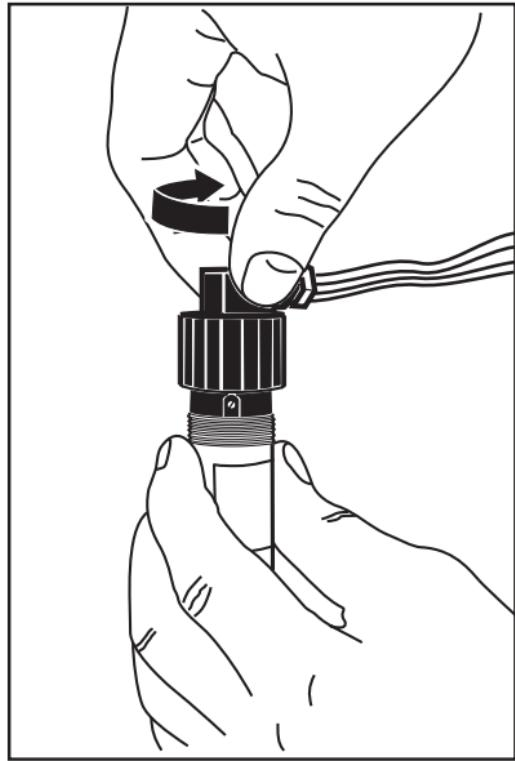

Рис. 6
- взяввшись за кабельную часть соединителя, как показано на рис. 6, повернуть обойму таким образом, чтобы расположение окна корректора нуля было удобным для работы; угол поворота обоймы относительно корпуса преобразователя составляет приблизительно 350° и ограничен специальными упорами;